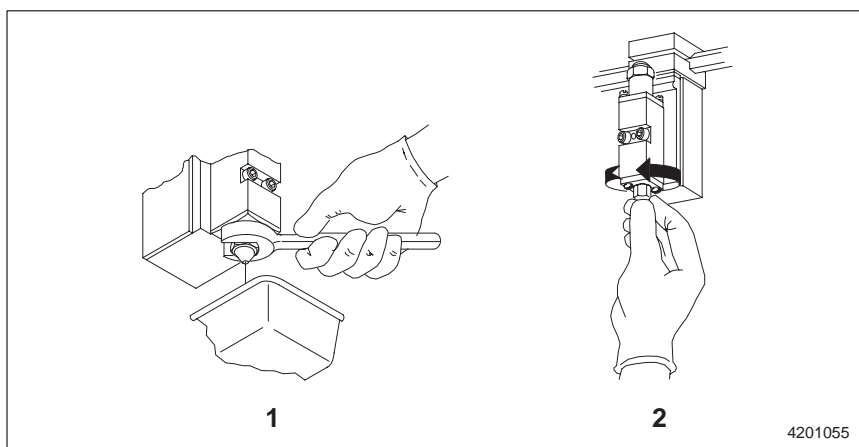

Fig. 5-2 Dépose d'une buse
3. Consulter la figure 5-2. Desserrer la buse à l'aide d'une clé à fourche (1), puis la retirer à la main (2).